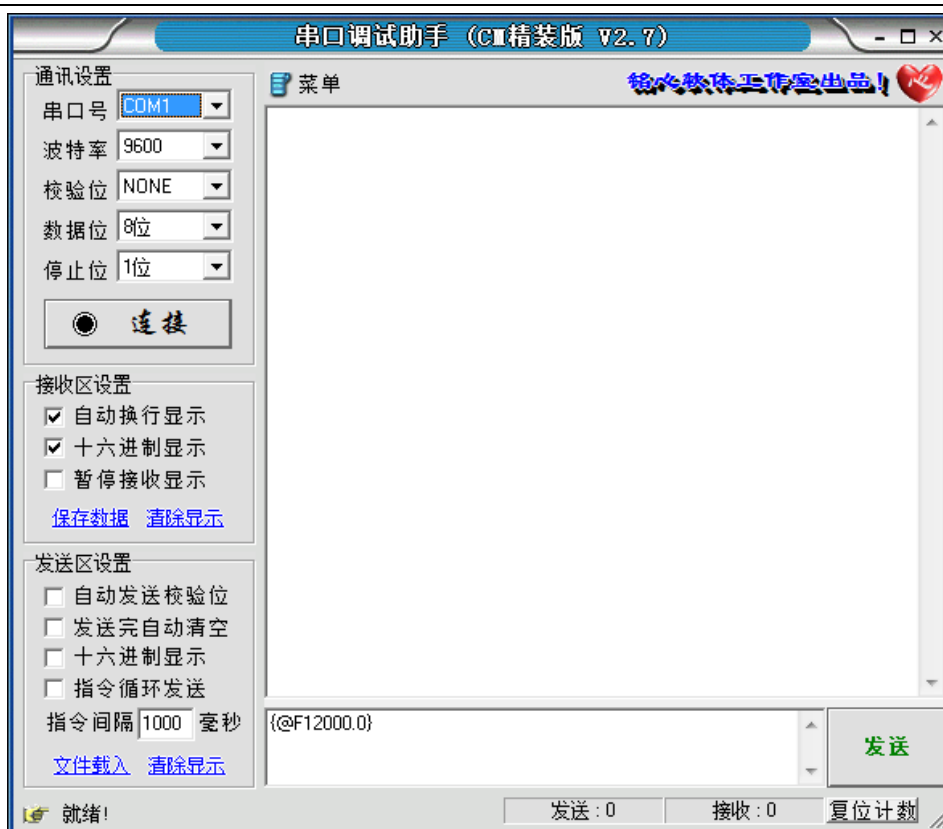

图 5-6 串口调试助手操作界面 1
(1) 远控 PC 机双击打开 UartAssis.exe 文件，进入串口调试助手操作界面，如图 5-6 所示：